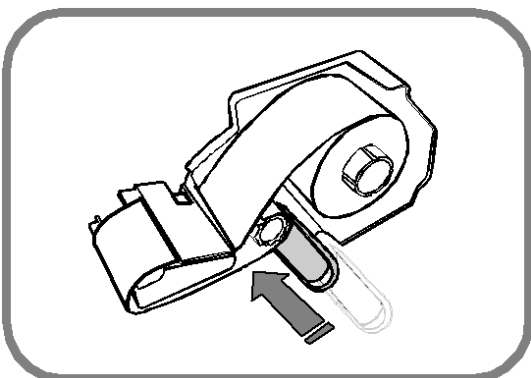

Рисунок 1.15 – Фиксация ленты на приёмной катушке
6. Намотайте ленту на приёмную катушку так, чтобы этого было достаточно для её надёжной фиксации, и зафиксируйте её с помощью фиксатора (см. рисунок 1.15).